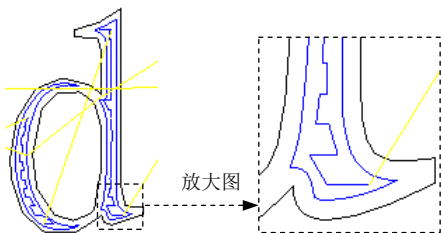

图 9.5.6 “双向”
- ☒ **双向** 选项：刀具往复的切削方式，刀具路径如图 9.5.6 所示。